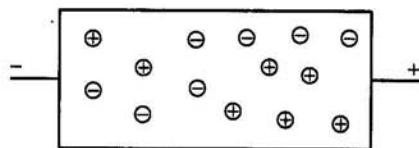

Рис. 4.1. Направления движения электронов и дырок в случае собственной электропроводности полупроводника
- 4.11. На рис. 4.1 покажите направления движения электронов и дырок в случае собственной электропроводности полупроводника.